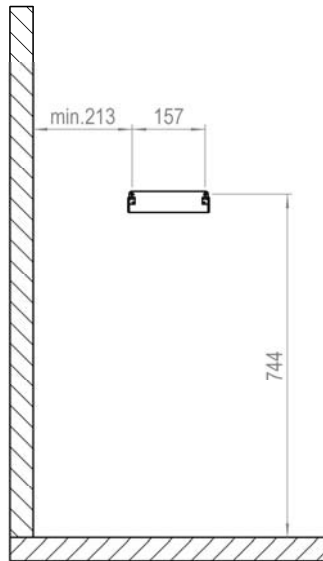

Fig.3b
- Wandhalterung mit den zwei beiliegenden Holzschrauben 5x35 unter Berücksichtigung der Mindestabstände an die Saunawand anschrauben (siehe Fig.3b).